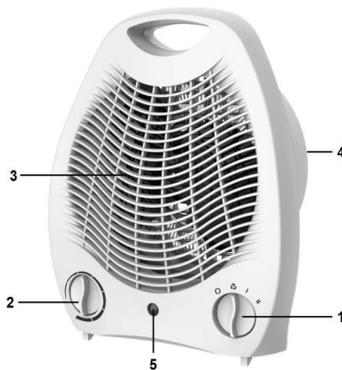

Abb. 1
PRODUKTÜBERSICHT (Abb.1)
6. Stromkabel mit Stecker (nicht in ABB. 1 dargestellt)